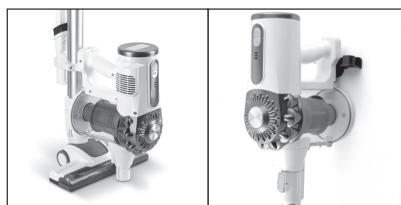

рис.4
- Устройство можно также повесить на вешалку (**23**), ранее установленную на стене, или на вешалку (**8**) с помощью крючка (**17**) **рис. 4**.